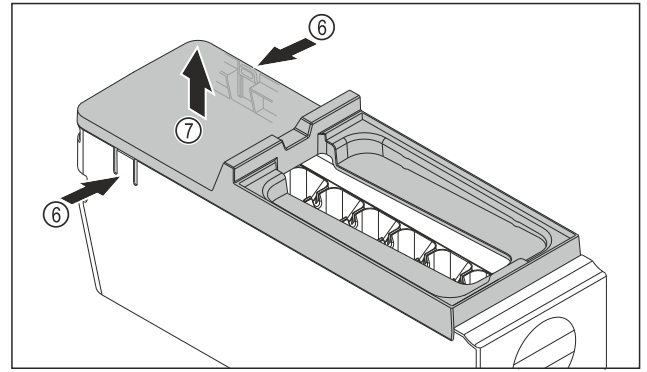

Fig. 118
- ▶ Extraer la cubierta del EasyTwist-Ice: Presionar con la mano las lengüetas Fig. 118 (6) a ambos lados del cuerpo del EasyTwist-Ice.
- ▶ Sacar la cubierta Fig. 118 (7) con la otra mano tirando hacia arriba.